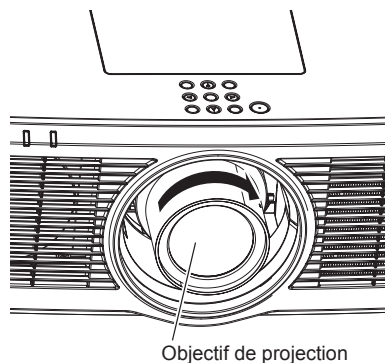

Fig. 2
- 2) Tournez l'objectif de projection dans le sens horaire jusqu'à l'extrémité. (Fig. 2)